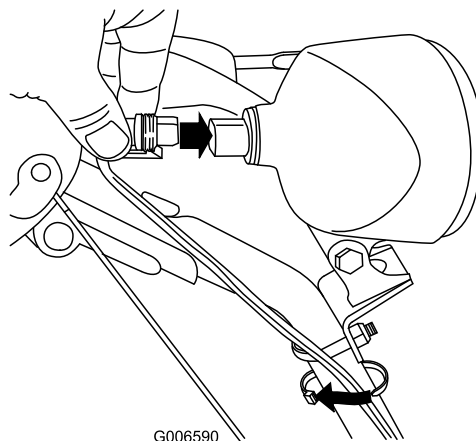

Figure 50
6. Branchez le connecteur du fil directement à l'arrière du phare en l'enfonçant bien en place (Figure 50).